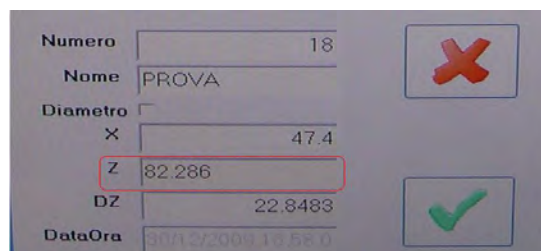

fig. O8
- Entrer le numéro de l'origine qui correspondra au numéro de la machine; le logiciel propose le premier numéro disponible, ex. 18 (fig. O8)